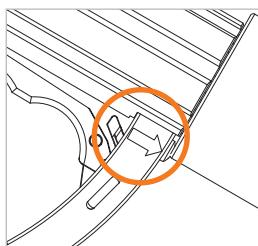

Figure 22
- Tirez le levier de verrouillage (nº 5) en arrière dans le sens de la flèche (*Figure 22*) pour libérer le mécanisme de verrouillage et pour placer le levier de commande en position OFF.